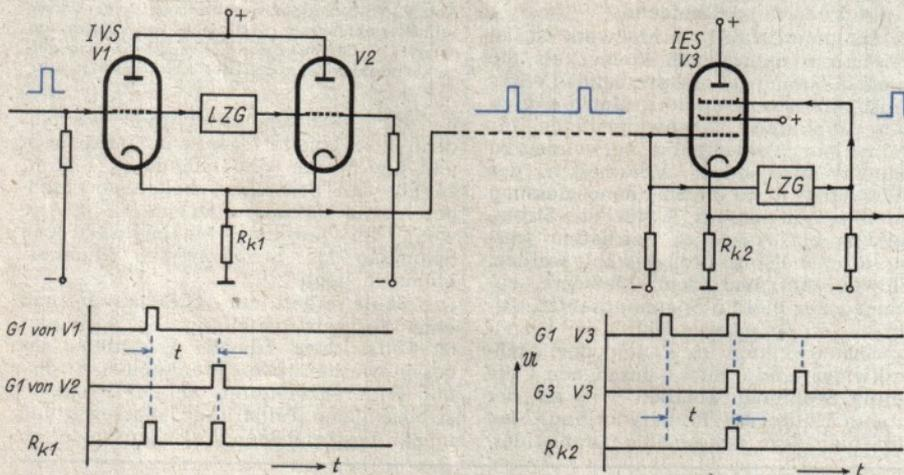

Abb. 1. Schaltung eines Impulsverschleißers IVS (coder) und eines Impulsentschleißers IES (decoder) mit Impuls-Laufzeitdiagrammen
In Abb. 1 ist nun eine Schaltmöglichkeit für einen Impulsverschleißer IVS (coder) und einen Impulsentschleißer IES (decoder) mit den zugehörigen Impulslaufzeitdiagrammen gezeigt (4). Die Röhren V1 und V2 des IVS sind durch negative Gittervorspannungen gesperrt. Ein an das Gitter von V1 angelegter positiver Impuls erzeugt einen Anodenstromstoß und dadurch einen Spannungsimpuls am Katodenwiderstand R_{k1} . Das Gitter von V2 wird über ein Laufzeitglied LZG (Magnetrostriktions- oder Ultraschalleitung) mit der Verzögerungsdauer t (μs) später erregt, so daß am gemeinsamen Katodenwiderstand ein zweiter Impuls mit fest definiertem Abstand auftritt.